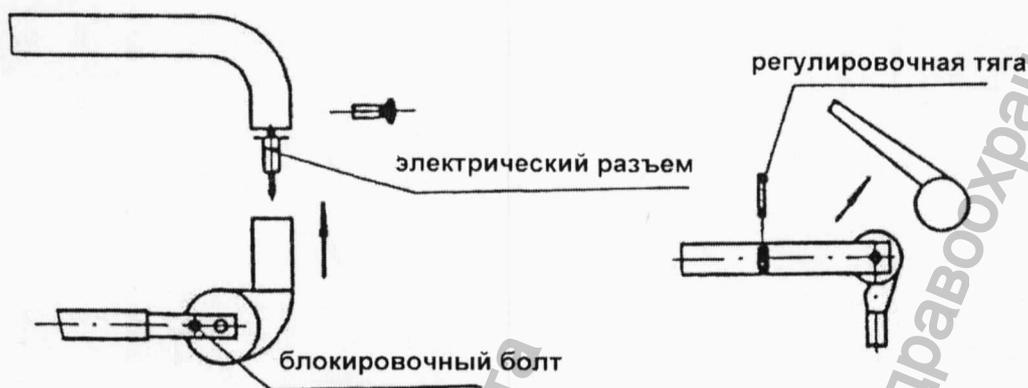

Рис. 8 Установка балансирующей части 1 Рис.9 Установка балансирующей части 2
4.3 Установка балансировочного плеча (см. Рис. 8, 9)